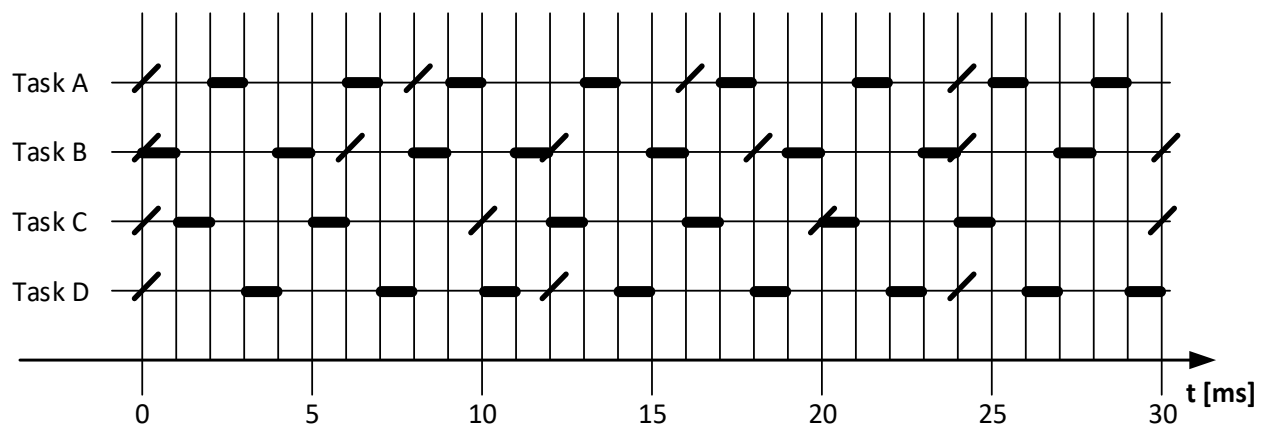

Abbildung 2: Ist-Ablauf der Tasks A, B, C und D (Zeitscheibenverfahren)
a) Erfüllt die Abarbeitung der einzelnen Tasks im Bereich $0 \leq t < 30$ ms gemäß Abbildung 2 die Rechtzeitigkeits-Bedingung? Wenn nein, welche Task(s) verletzt bzw. verletztten die Rechtzeitigkeits-Bedingung wann zum ersten Mal?
b) Erfüllt die Abarbeitung der einzelnen Tasks im Bereich $0 \leq t < 30$ ms gemäß Abbildung 2 die Anforderungen für Gleichzeitigkeit? Wenn nein, nennen Sie den Zeitpunkt der ersten auftretenden Verletzung der Gleichzeitigkeits-Bedingung.
Wie oft werden die einzelnen Tasks im Bereich $0 \leq t < 30$ ms gemäß Abbildung 2 jeweils beauftragt? Wie viele Beauftragungen gibt es in diesem Zeitraum insgesamt?
Wie groß sind die jeweiligen Summen der Abweichungen zwischen Soll- und Ist-Ablauf der einzelnen Tasks sowie des Tasksets im Bereich $0 \leq t < 30$ ms gemäß Abbildung 2?
Wie groß sind die mittleren Abweichungen der einzelnen Tasks im Bereich $0 \leq t < 30$ ms gemäß Abbildung 2? Wie groß ist die mittlere Abweichung des Tasksets in diesem Zeitraum?